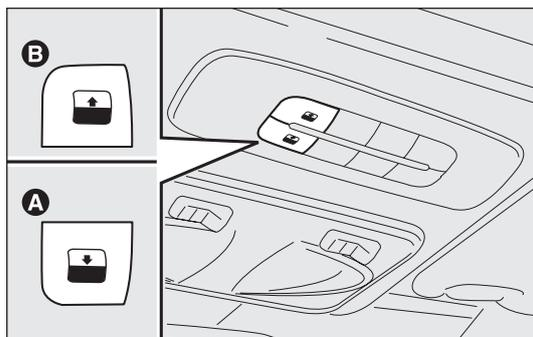

fig. 76
Pour le fonctionnement du toit ouvrant, tourner la clé de contact sur MAR. Les commandes A-B fig. 76 qui se trouvent sur une planche dédiée près du plafonnier avant, commandent les fonctions d'ouverture et de fermeture du toit ouvrant.
Appuyer sur le bouton B-fig. 76 et maintenir la pression ; le panneau en verre avant se déplacera en position « becquet » ; appuyer de nouveau sur le bouton B et, en agissant sur la commande pendant plus d'une demie seconde, la vitre du toit s'ouvrira automatiquement jusqu'à sa fin de course ; la vitre du toit peut être arrêtée dans une position intermédiaire en agissant de nouveau sur le bouton.
À partir de la position complètement ouverte du toit, appuyer sur le bouton A-fig. 76 et, si l'on agit sur le bouton pendant plus d'une demie seconde, la vitre avant du toit se déplacera automatiquement en position « becquet » ; en agissant de nouveau sur le bouton, la vitre du toit s'arrête dans une position intermédiaire ; appuyer de nouveau sur le bouton A et maintenir la pression jusqu'à la fermeture complète du panneau.
- appuyer sur le bouton A-fig. 76 en position de fermeture ;